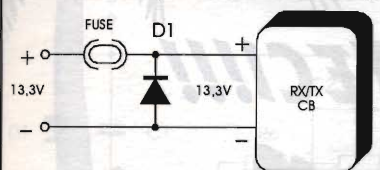

figura 4 - Protezione tipo b) D1: 1N5404 fuse - fusibile 3A.
b) contro l'inversione di polarità con diodo in parallelo (figura 4): un diodo, meglio se da 3A, viene messo in parallelo alla linea di alimentazione, polarizzato inversamente.